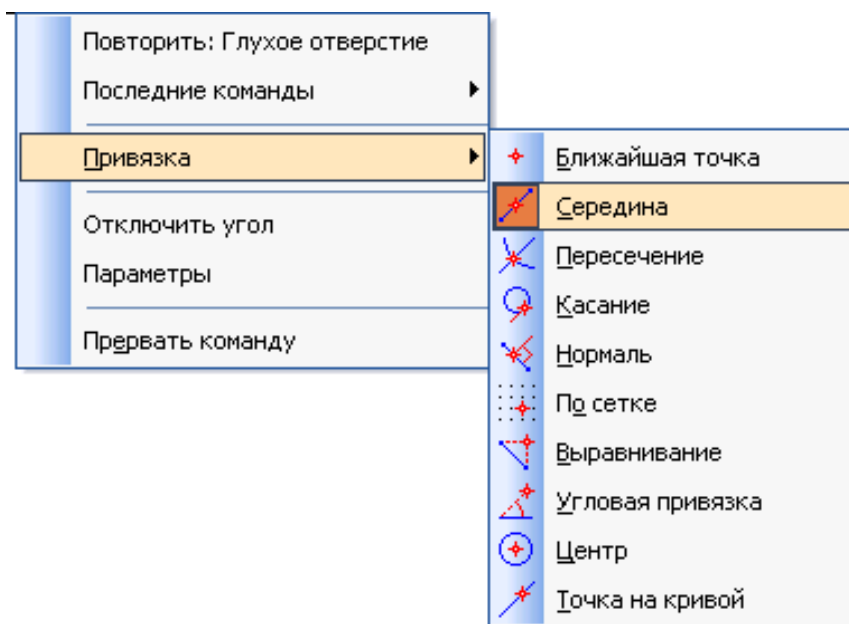

Рис. 61. Выпадающее меню при щелчке ПК мыши в момент установки изображения
4. Щелчок ПК мыши, при этом появится выпадающее меню, в котором можно задать привязки (рис. 61), откорректировать параметры, отключить или включить функцию поворота изображения отверстия или прервать выполняемую команду.